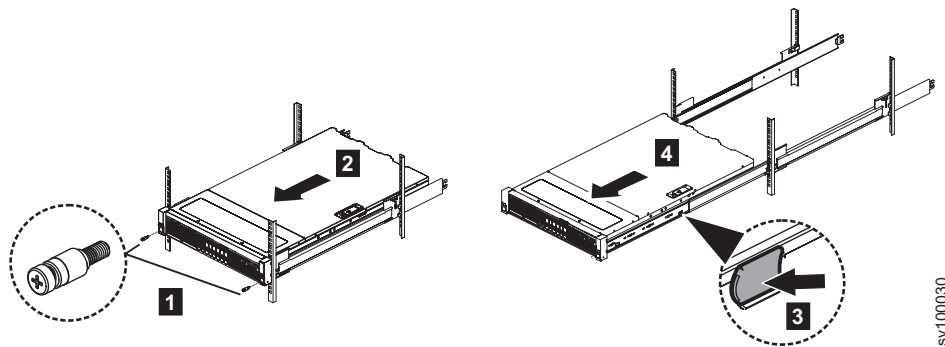

図 43. ラックからの 2145-SV1 ノード・シャーシの取り外し
4. シャーシを取り外すには、64 ページの図 43 に示すステップを実行します。